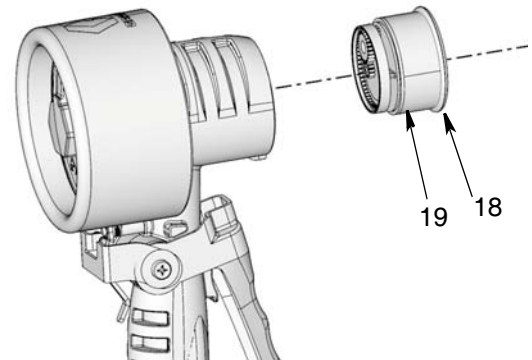

FIG. 12
5. Déposez le joint (18) et l'ensemble du piston (19). Si l'ensemble du piston reste collé, tapez légèrement le boîtier contre une surface plate pour qu'il se détache (FIG. 12).